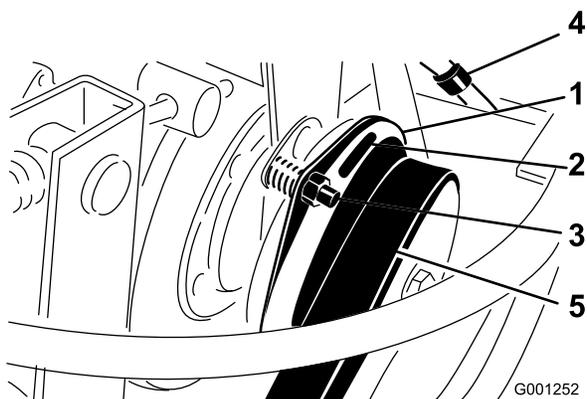

Figura 66
3. Regolate il traferro in modo da inserire, forzandolo leggermente, uno spessore di 0,381 mm tra il rivestimento interno della frizione e la piastra della frizione (Figura 66). Per ridurre il traferro girate il dado di regolazione in senso antiorario (Figura 66). Il massimo traferro di servizio è di 0,762 mm. Regolate i tre traferri.